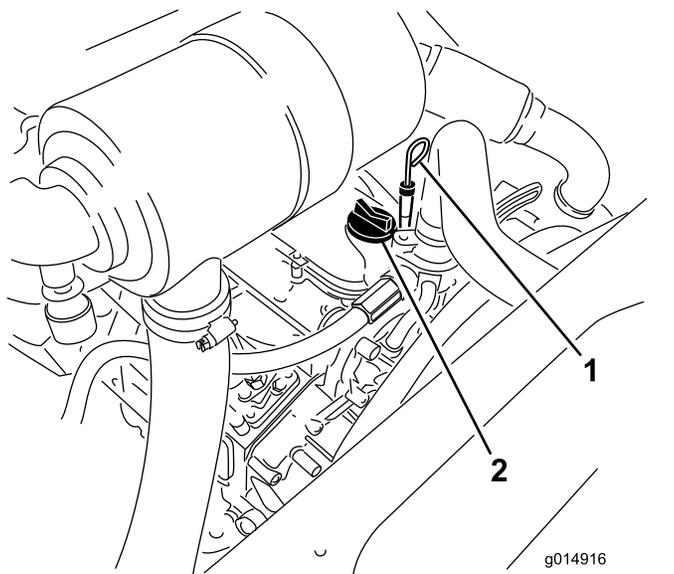

Figura 32
3. Togliete l'asta di livello, asciugatela e reinsertela (Figura 32).
5. Se l'olio non raggiunge la tacca PIENO, togliete il tappo di riempimento (Figura 32) e aggiungete olio finché il livello non raggiunge la tacca PIENO.